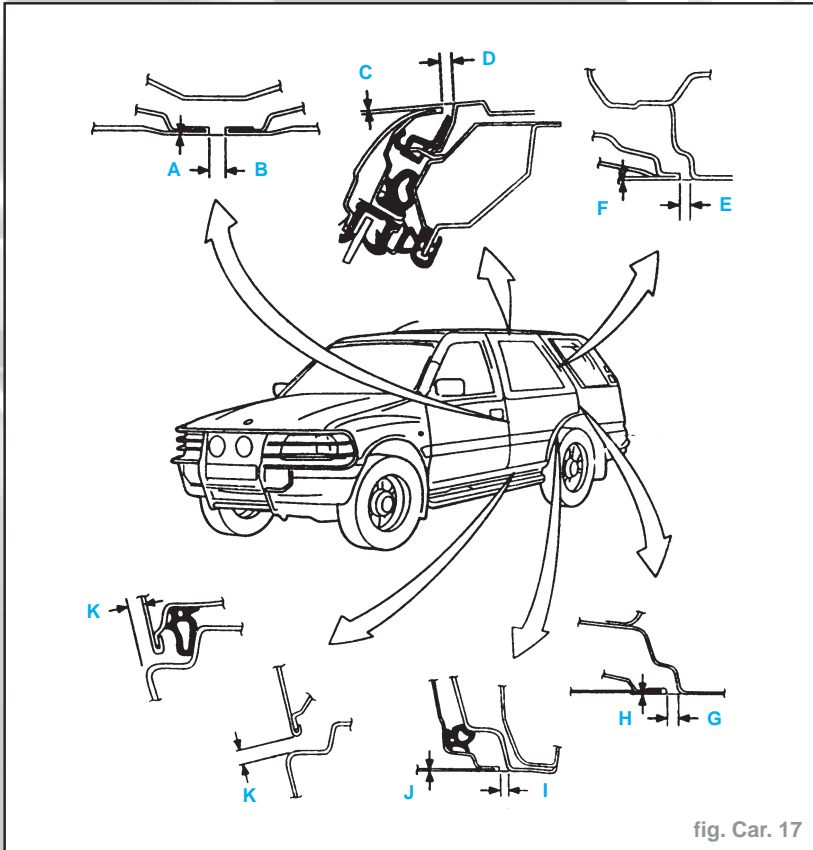

fig. Car. 17
- Mesures d'écartement porte (fig. Car 17).